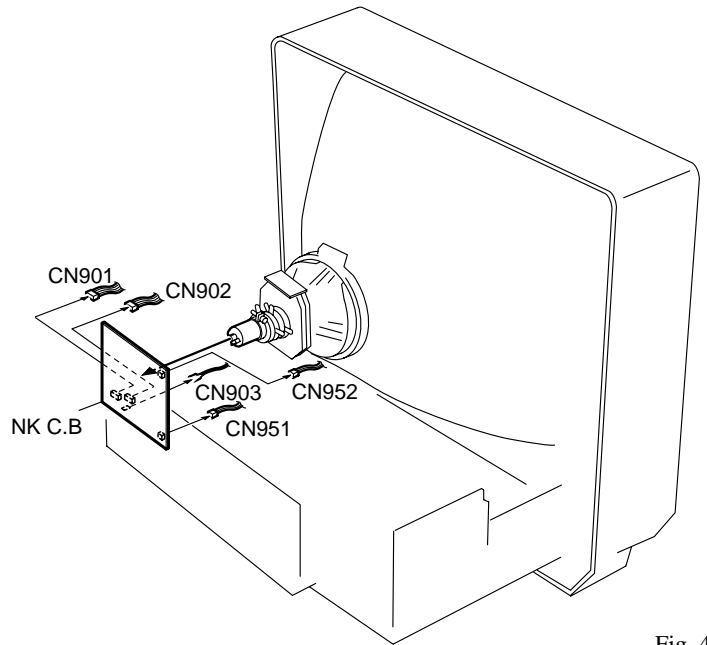

Fig. 4-1
4. NK C. B (ネック基板) の外し方 (Fig.4-1参照)
- (1) CN903 (CRT GND) を外す。
- (2) CN901、CN902を外す。
- (3) CN951、CN952を外す。
- (4) 矢印方向にNK C.Bを外す。(Fig. 4-1参照)